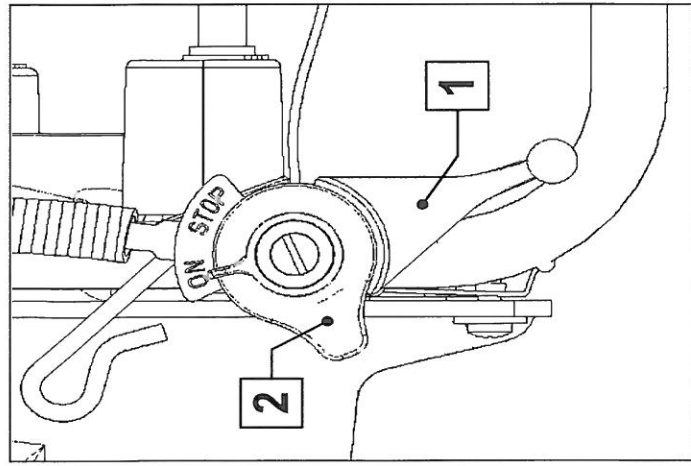
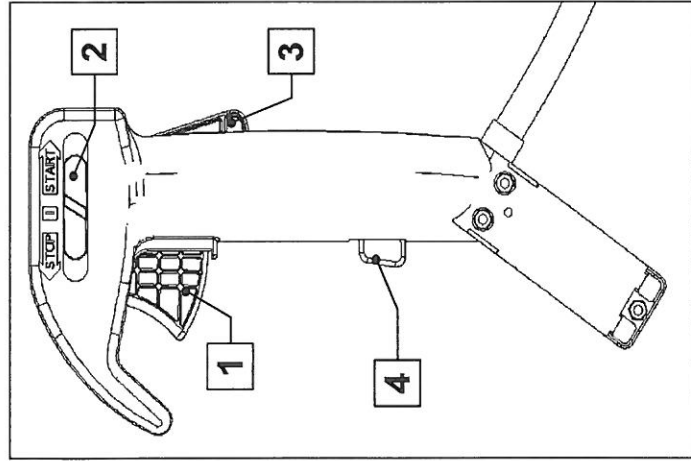
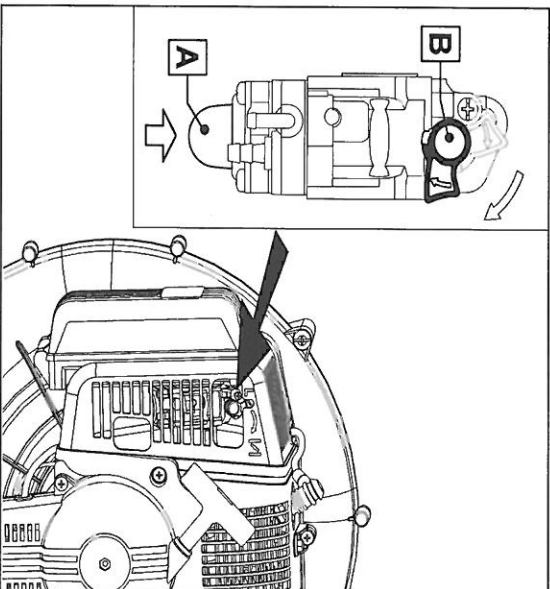

Figura 2 Comandi sul telaio
Figura 3 Comandi sul tubo di lancio
Figura 5 Utilizzo carburatore
2. Portate l'interruttore sulla posizione di "STOP" (Figura 2 pos.2 o Figura 3 pos.2).
Osservando la Figura 2 e la Figura 3:
Osservate la Figura 3 e procedete come segue per l'uso dei comandi sul tubo lancio:
Assicuratevi che l'interruttore massa non sia posizionato su "STOP" (Figura 2 pos. 2 o Figura 3 pos. 2). Osservate la Figura 5 e procedete come segue:
Assicuratevi che l'interruttore massa non sia posizionato su "STOP" (Figura 2 pos. 2 o Figura 3 pos. 2).
Mettete la leva gas al minimo (vedi paragrafo "Comandi soffiatore"). Osservando la Figura 5: